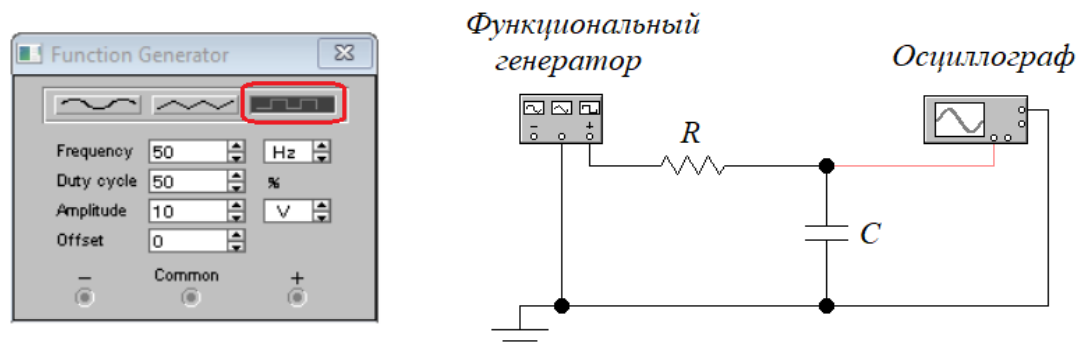

Рисунок 1.2 – Схема для исследования RC -цепи (EWB)
5.6 Собрать цепь, состоящую из последовательного соединения резистора и конденсатора. На вход подать напряжение с функционального генератора и переключить на прямоугольную форму сигнала. Подключить осциллограф параллельно конденсатору (рисунок 1.2).